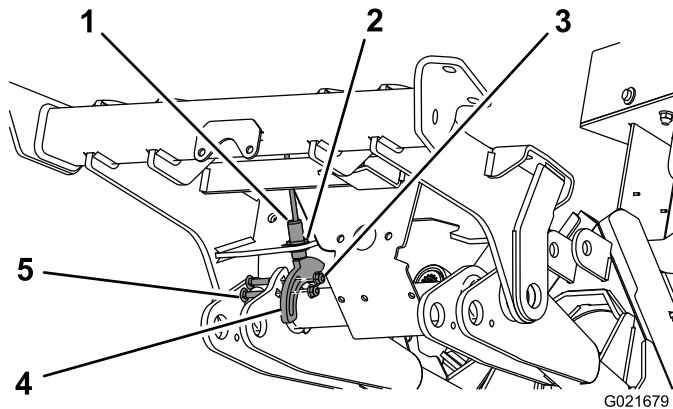

Figure 14
- Utilisez le trou au bas du cadre avant pour monter, sans serrer, le contacteur de proximité au moyen des rondelles et écrous de blocage (Figure 14).
- Fixez la plaque sensible au bras de levage gauche au moyen de 2 boulons de carrosserie (5/16 x 1/4 po) et écrous à embase légèrement serrés. Ne serrez pas les écrous de blocage à ce stade. Positionnez la plaque sensible comme montré à la Figure 14. Assurez-vous que le contacteur ne touche pas la plaque sensible.